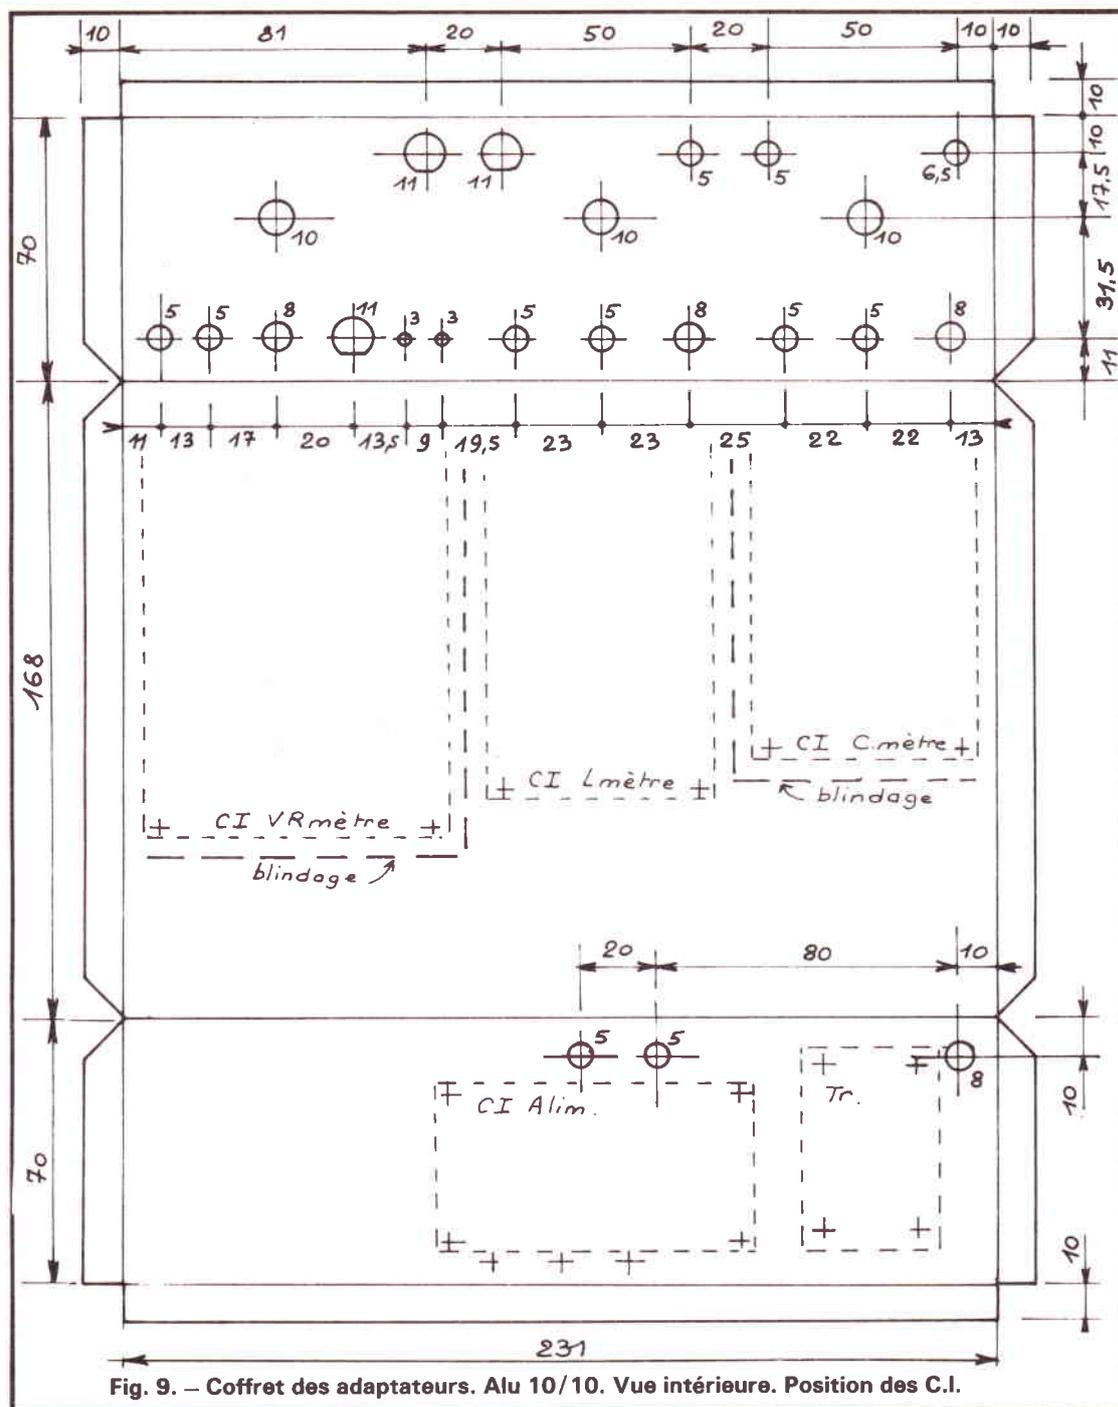

Fig. 9. - Coffret des adaptateurs. Alu 10/10. Vue intérieure. Position des C.I.
a) Le boîtier. Voir fig. 9
La figure 9 indique les positions des CI dans le coffret. Notons que dans les figures 14 et 19 les trois CI sont dessinés à l'écartement exact qu'ils doivent occuper dans le coffret. La figure 11 montre que les trous des entretoises avant de ces CI doivent être percés à 10 mm de la paroi avant.